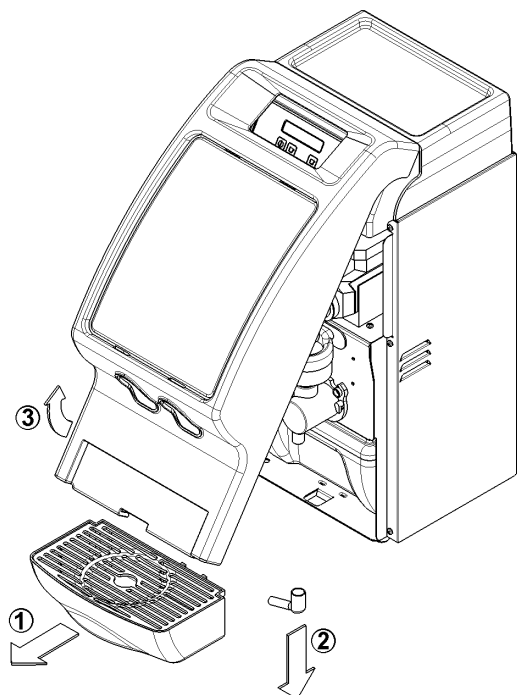

figura 1
- 2 Rimuovere il cassetto raccogliacqua (1), i beccucci di erogazione del prodotto (2) e quindi la copertura anteriore del
distributore (3) (vedere figura 1).
**6** Rimontare la copertura anteriore, i beccucci di erogazione ed il cassetto raccogli gocce con sequenza inversa a quella descritta in precedenza (vedere figura 1).